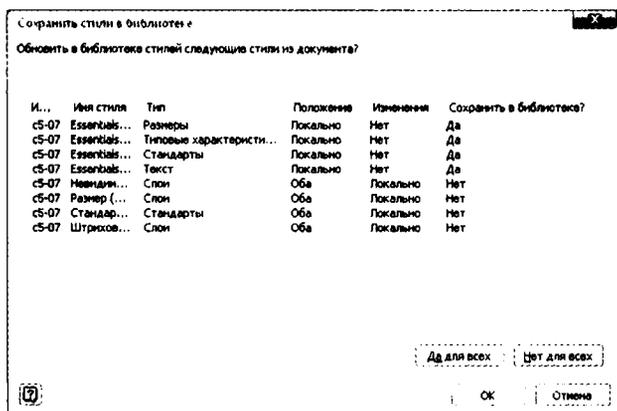

Рис. 5.4. В библиотеке стилей сохраняются только те стили, которые были созданы
3. В диалоговом окне **Сохранить стили в библиотеке**, в столбце **Сохранить в библиотеке?** установлено значение **Да** только для тех, которые вы создали. См. рис. 5.4.